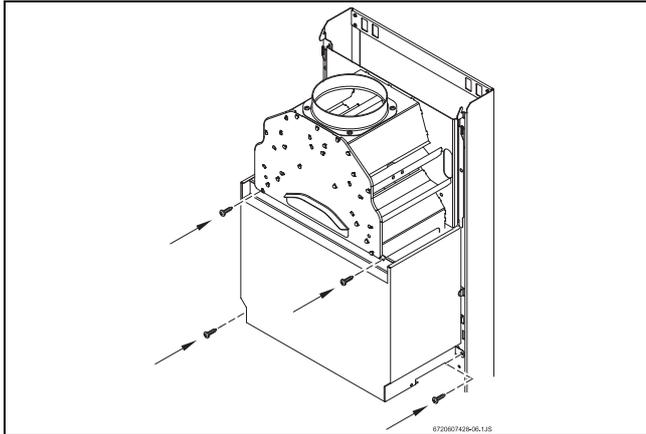

Fig. 27 Couvercle de protection
- ▶ Retirer le couvercle de protection en ouvrant les 4 clips qui le fixent (Fig. 27 ).